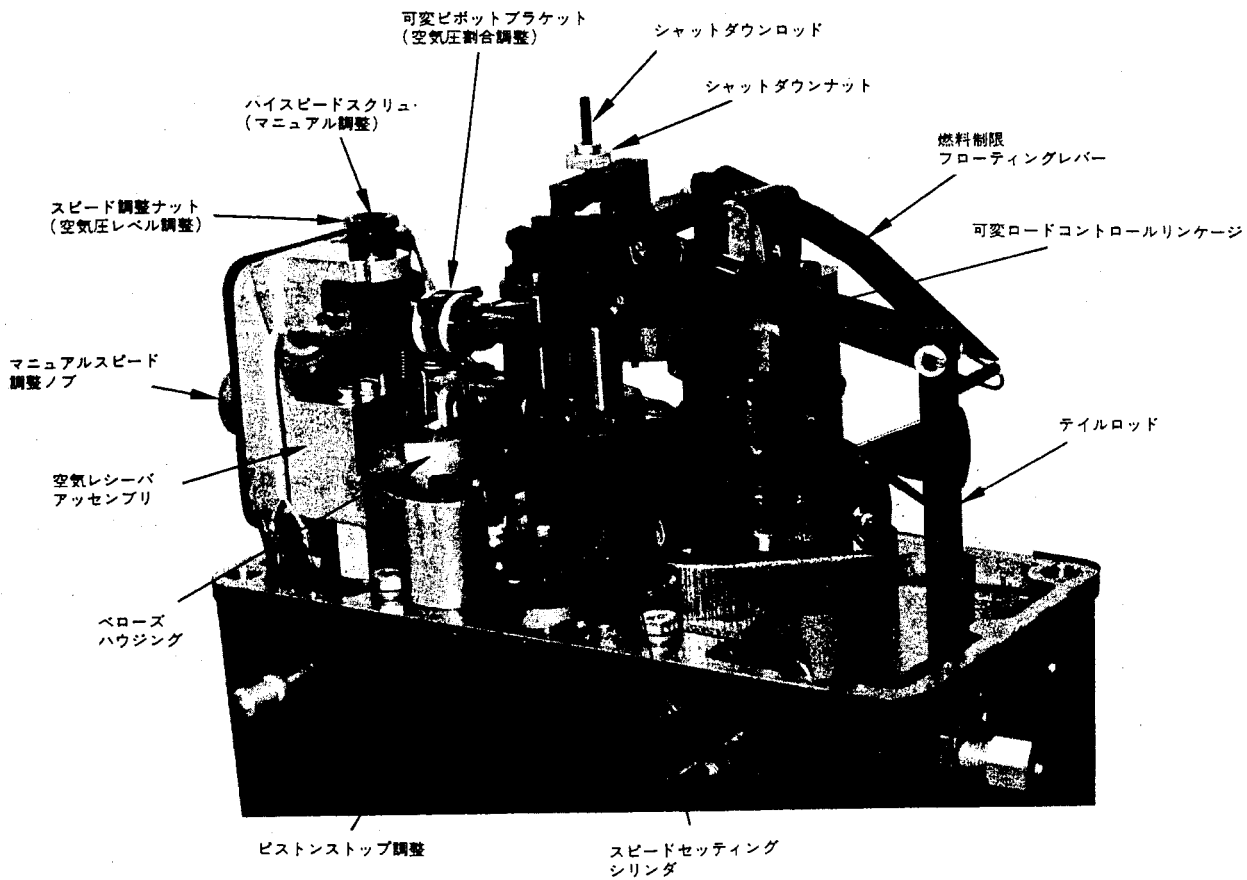

図3-1 カバーを取ったガバナの左側より見た図
ダイレクト型速度設定機構（図3-1参照）
- b. 最低制御空気圧で規定の低速になるまでスピードセッティング・スクリュのスピード調整ナット(図3-1)を回します。(反時計方向に回すと増加します)